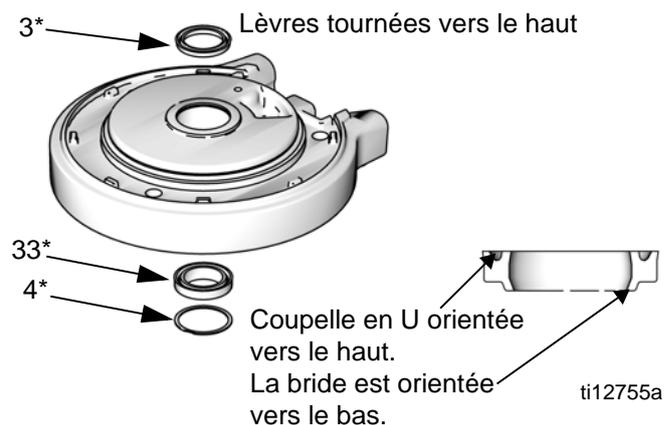

FIG. 7. Installation de la coupelle en U du moteur pneumatique
1. Lubrifiez et posez le joint torique (9*) sur le capot supérieur (13).
2. **24G787 uniquement** : installez l'amortisseur supérieur (29) sur le capot supérieur (13).
3. Lubrifiez l'intérieur du cylindre (11). Abaissez le cylindre (11) sur le capot supérieur (13).
4. Lubrifiez et posez le joint torique (8*) autour du piston (5).
5. Faites glisser l'ensemble de piston (5) dans le cylindre (11). Assurez-vous que le joint torique (9*) reste bien en place.
6. Consultez la section FIG. 7. Lubrifiez et posez un joint de coupelle en U neuf avec bride (33*) dans le bas du roulement dans le couvercle inférieur (1). La coupelle en U doit être orientée vers le haut et la bride vers le bas. Lubrifiez et posez le joint de coupelle en U neuf (3*) en haut du roulement. Les lèvres doivent être orientées vers le haut. Posez un anneau de retenue (4*).
- ① Le couple de serrage varie selon la taille du moteur : Modèle 24G785 : 15-18 N•m (11-13 pi-lb) Modèles 24G786, 24G787, 24R015, 24R491 : 34-40 N•m (25-30 pi-lb)
- ② Appliquez de la graisse à base de bentone de type NLGI n° 1.
- ③ Coupelle en U orientée vers le haut. La bride (joint inférieur uniquement) est orientée vers le bas. Consultez FIG. 7, page 12.
- ④ Serrez à un couple de 95-105 po-lb (11-12 N•m).
- ⑤ Appliquez un lubrifiant sanitaire approprié.
- ⑥ Appliquez du produit d'étanchéité pour tuyau (modèles 24R015, 24R491 et 24W754) ou du lubrifiant (modèle 24G785, 24G786 et 24G787).
- ⑦ Serrez à un couple de 30-35 po-lb (41-47 N•m).
- ⑧ Appuyez pour l'enfoncer.